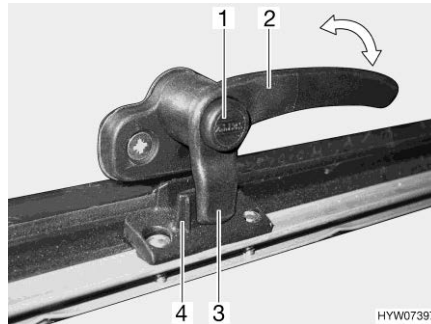
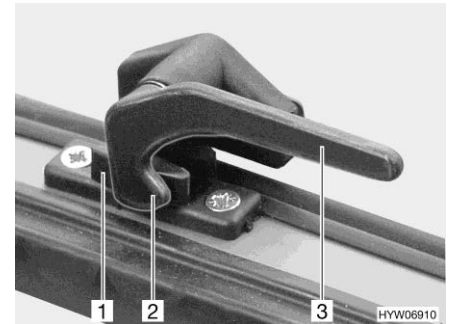

Fig. 93 Palanca de bloqueo con botón de seguridad en la posición "cerrada"
Fig. 94 Palanca de bloqueo en la posición "cerrada"
- Si existe, pulsar el botón de seguridad (Fig. 93,1) y mantenerlo pulsado.
- Girar la palanca de bloqueo (Fig. 93,2 ó Fig. 94,3) un cuarto de vuelta hacia la mitad de la ventana.
- Girar la palanca de bloqueo (Fig. 93,2 ó Fig. 94,3) un cuarto de vuelta hacia el marco de la ventana.
- El saliente de bloqueo (Fig. 93,3 ó Fig. 94,2) de la palanca de bloqueo se encuentra en la cara interior del bloqueo de la ventana (Fig. 93,4 ó Fig. 94,1).
- En la posición "cerrada fijamente" (Fig. 93 y Fig. 94)